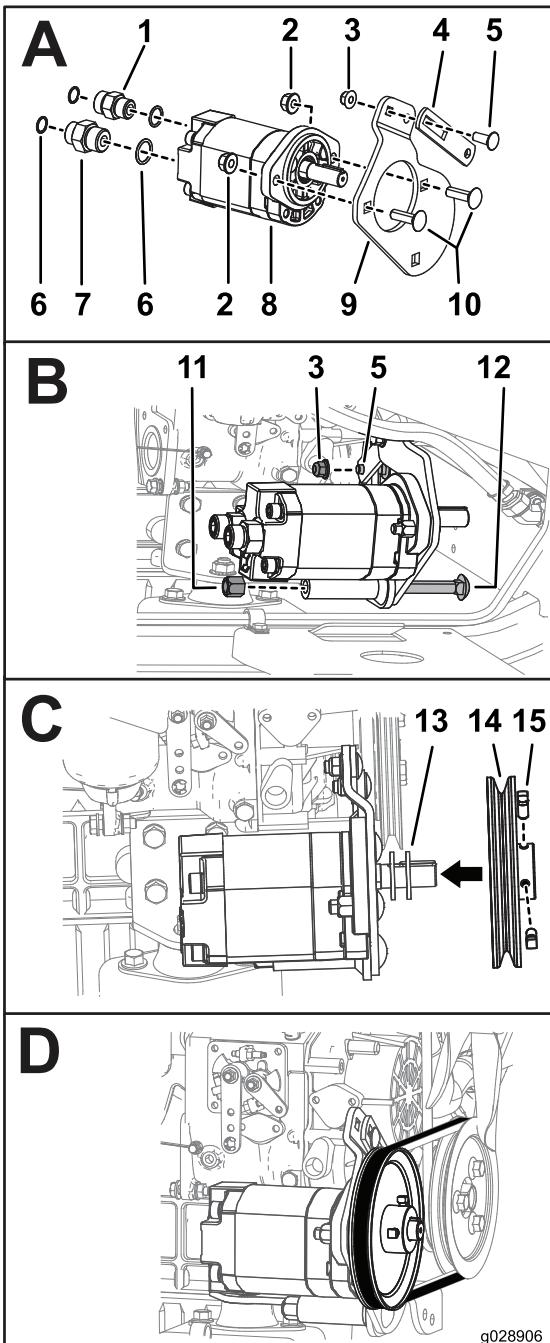

Figura 7
- Instale a união adaptadora (5/8 x ¾ pol. macho) e anéis de retenção na porta direita na bomba de engrenagens (Caixa A da Figura 7).
4. Instale a união adaptadora (5/8 x 5/8 pol. macho) e anéis de retenção na porta esquerda na bomba de engrenagens (Caixa A da Figura 7).
5. Instale sem apertar o braço tensor na placa da bomba de engrenagens utilizando um parafuso (3/8 pol.) e uma porca flangeada (3/8 pol.) (Caixa A da Figura 7).
6. Instale a placa da bomba de engrenagens no conjunto da bomba de engrenagens utilizando dois parafusos de carroçaria (7/16 pol.) e duas porcas de bloqueio (7/16 pol.) como se mostra na Caixa A da Figura 7.
8. Instale sem apertar o conjunto da bomba de engrenagens no suporte utilizando um parafuso de carroçaria (½ pol.), uma porca de bloqueio (½ pol.), um parafuso (3/8 pol.) e uma porca flangeada (3/8 pol.) como se mostra na Caixa B da Figura 7.
9. Coloque duas anilhas no conjunto da bomba de engrenagens, instale a polia e prenda a polia com dois parafusos de afinação (5/16 pol.) como se mostra na Caixa C da Figura 7.
10. Instale a correia nas duas polias como se mostra na Caixa D da Figura 7.